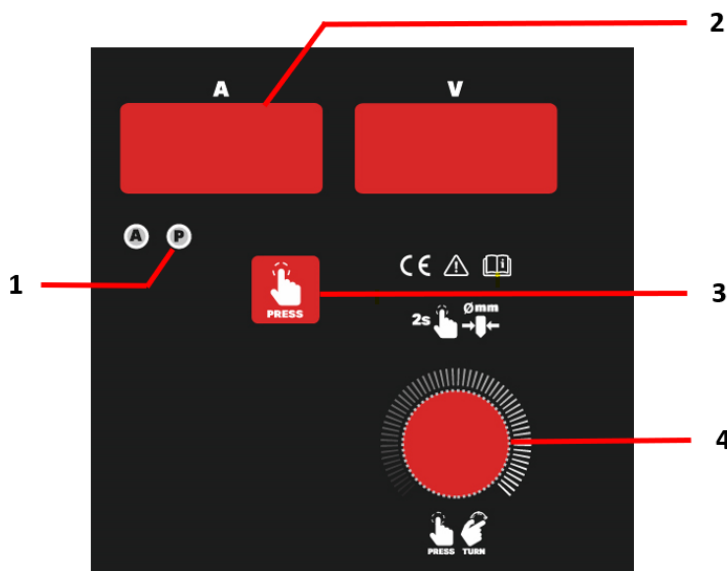

Fig. 7 – Memorias de soldadura
- ajustar los parámetros y pulsar tecla (Fig.7 – 3) hasta el LED P (Fig.7 – 1) encender. Después pulsar el botón de selección/ajuste de parámetros durante 2 segundos hasta la pantalla digital muestre P1. Siguiendo, girar el botón de selección/ajuste de parámetros (Fig.7 – 4) para el número de memoria deseado. Por último, pulsar el botón de selección/ajuste de parámetros hasta que la pantalla digital muestre MEM.
- Pulsar tecla (Fig.7 – 3) hasta el LED P (Fig.7 – 1) encender. Seguidamente, girar el botón de selección/ajuste de parámetros (Fig.7 – 4) para el número de memoria deseado. Espere 2 segundos y su memoria está disponible.